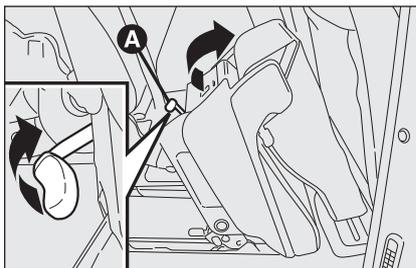

рис. 24
- нажать на рукоятку **А-рис. 24** и, придерживая, наклоните сиденье вперед, как показано на рис.;